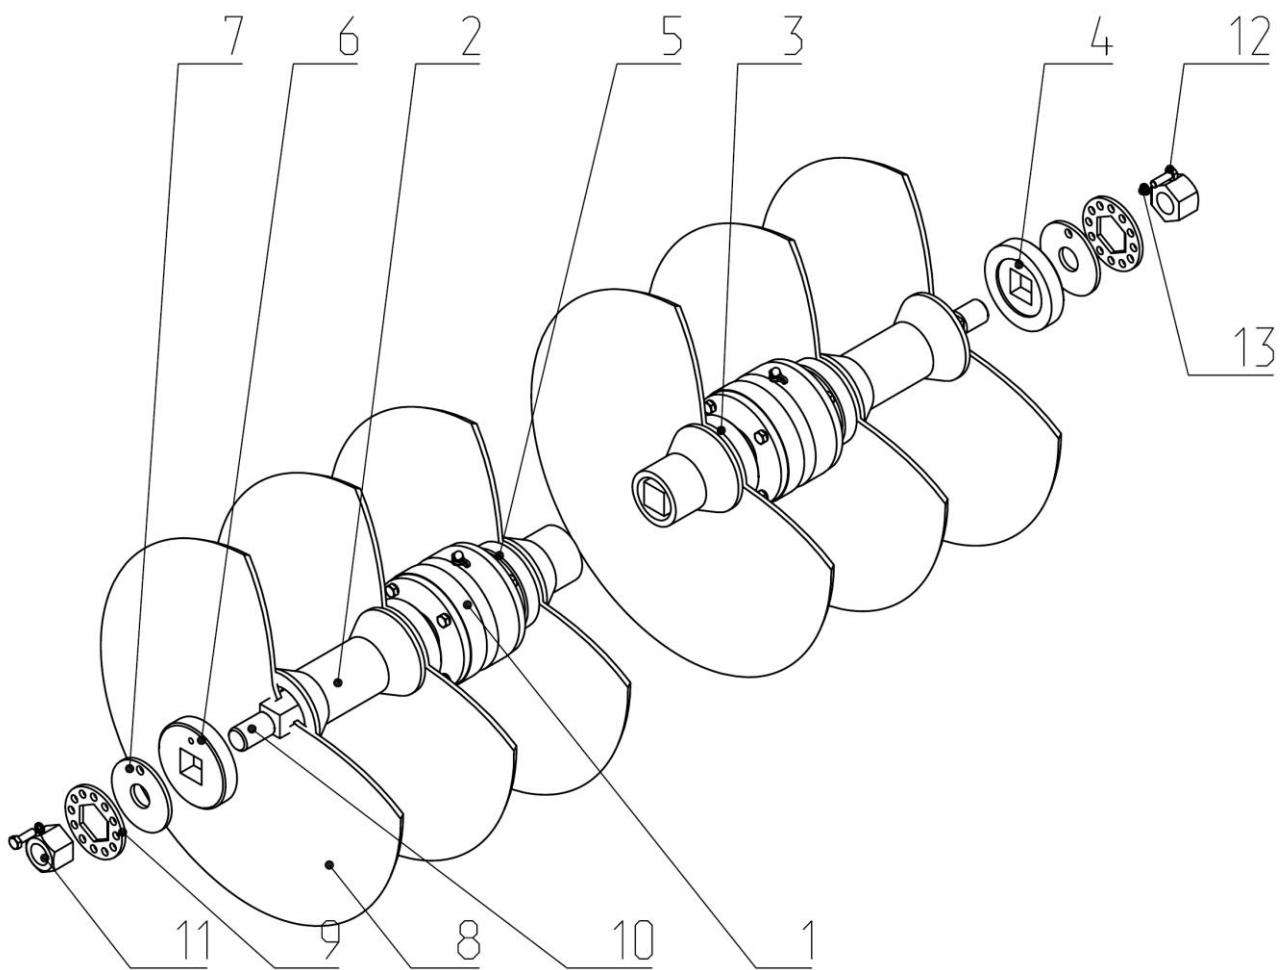

Рис.11. ЛДГ 02.020-01 Батарея в сборе левая.
2.26. Батарея в сборе (Рис. 11) состоит из набора дисков 8 в количестве 9 шт. Диски набраны на оси 10. Между ними расположены шпульки 2 и упоры 3,4,5 и 6. Стягиваются диски гайками 11. От самопроизвольного откручивания гаек, применяются шайбы 9.